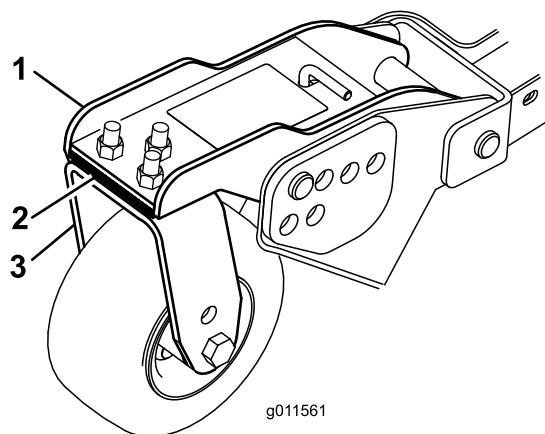

図 31
3. 刈高がステッカー と合わない場合には、シム 3 mm を前キャストアームに取り付けて調整する 図 31。
3. 前カッティングユニットの外側ブレードの刈高に比べて左右カッティングユニットの内側ブレードの刈高が高すぎる場合には、その左右カッティングユニットの前内側キャストアームの下側についているシムを枚抜き取る 図 31。